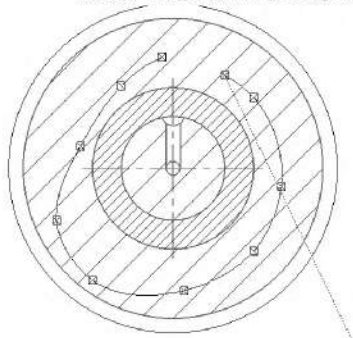

Рисунок 4.37. Построение сплайна по точкам
2.5.5 Постройте плавную кривую линию, указав примерное положение точек 1–2–3– ... –10, через которые она проходит (рисунок 4.37).